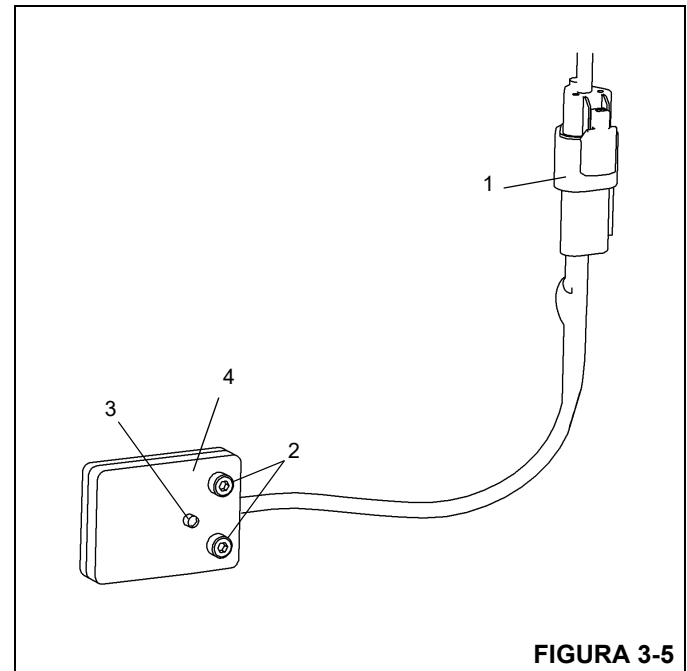

FIGURA 3-5
1. Desconecte el conector eléctrico (1, Figura 3-5) en el interruptor.
2. Retire los dos tornillos (2, Figura 3-5) que sujetan el interruptor (4) a la caja del estabilizador; retire el interruptor.
2. Use dos tornillos (2, Figura 3-5) para fijar el interruptor (4) a la caja del estabilizador.
3. Conecte el conector eléctrico (1, Figura 3-5) al interruptor.
4. Con la unidad encendida y la viga del estabilizador completamente extendida, compruebe que el LED (3, Figura 3-5) del interruptor de proximidad se ilumina; retraiga la viga del estabilizador y verifique que el LED no está iluminado.